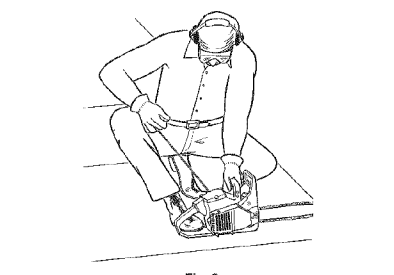

Fig. 9
4. **No toque el gatillo de control del regulador.** Coloque la unidad en una superficie firme y plana. Póngase en la posición de arranque y sostenga la unidad firmemente, como se indica (Fig. 9). Sujete la manija delantera con la mano izquierda y ponga el pie derecho en la empuñadura trasera.